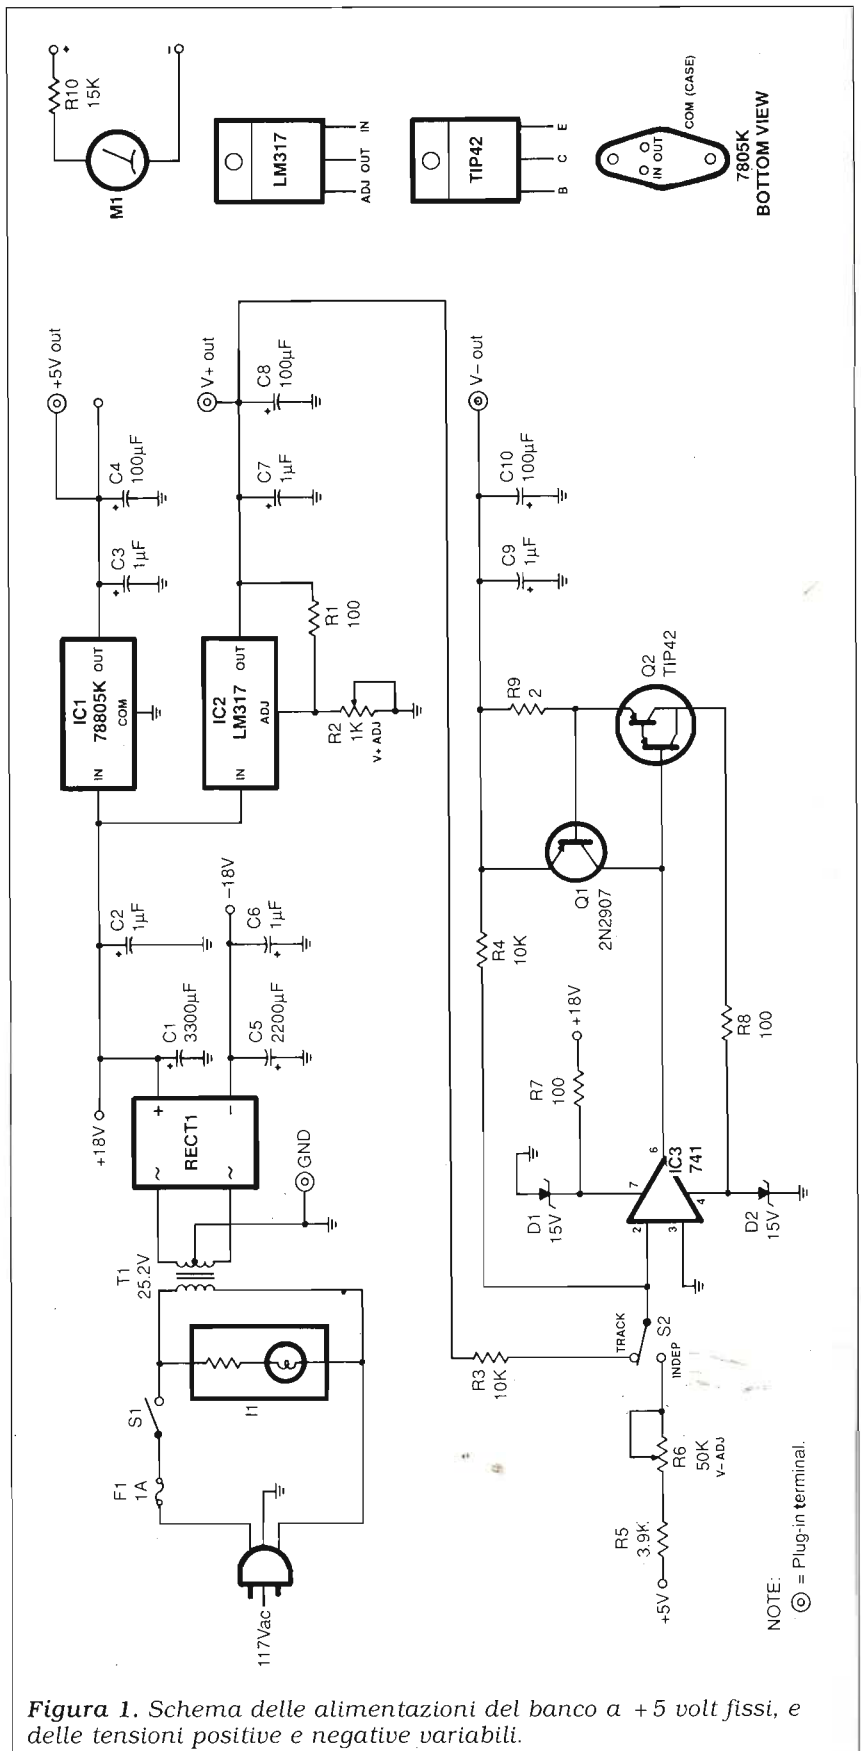

Figura 1. Schema delle alimentazioni del banco a +5 volt fissi, e delle tensioni positive e negative variabili.
In figura 1 è mostrato lo schema elettrico completo della parte alimentatrice; in questo, come in tutti gli altri schemi, viene utilizzato il simbolo raffigurante due cerchi concentrici per indicare il punto dove un terminale "a ponte" viene connesso sul progetto.
Nella figura 1, questi terminali sono localizzati a +5 V (out), V+ (out), V- (out), GND e M1 (strumento).
In pratica, i terminali V+ (IN) e V- (IN) della sonda logica devono essere interconnessi con l'alimentazione del circuito sotto test; cioè il terminale V+ (in) può collegarsi a V+ (out) di **figura 1** (se regolato a 3 volt o